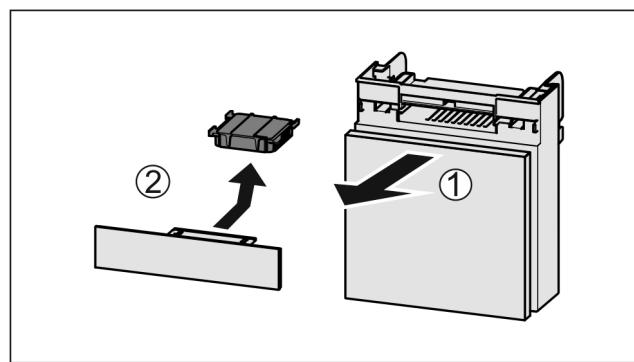

Fig. 127
- Вытянуть Fig. 127 (1) отделение движением вперед.
- Извлечь Fig. 127 (2) фильтра с активированным углем.